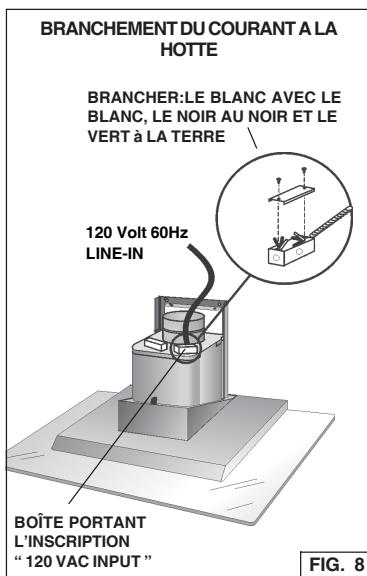

FIG. 8
1. Connecter les connecteurs d'alimentation avec la boîte du tableau électrique de la hotte dans le point indiqué "120 VAC input". Fig. 8
2. Enlever le couvercle de la boîte du tableau électrique et enlever un knockout. Fig. 8
3. Fixer le "conduit" à la boîte du tableau électrique à l'aide d'un connecteur approprié pour ce "conduit". Fig. 8
4. Faire le branchement électrique à la hotte. Raccorder le blanc avec le blanc, **le noir au noir** et le vert à la terre. Fig. 8